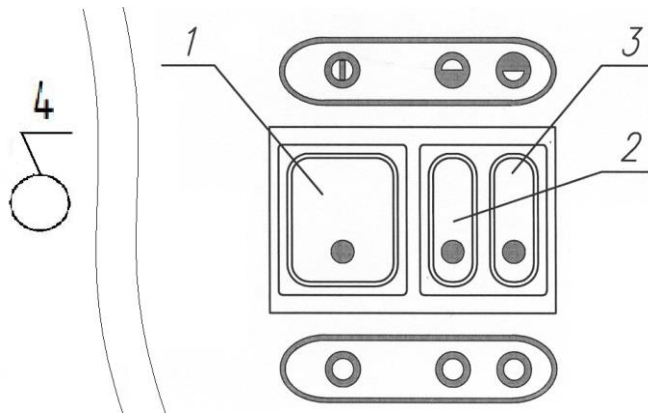
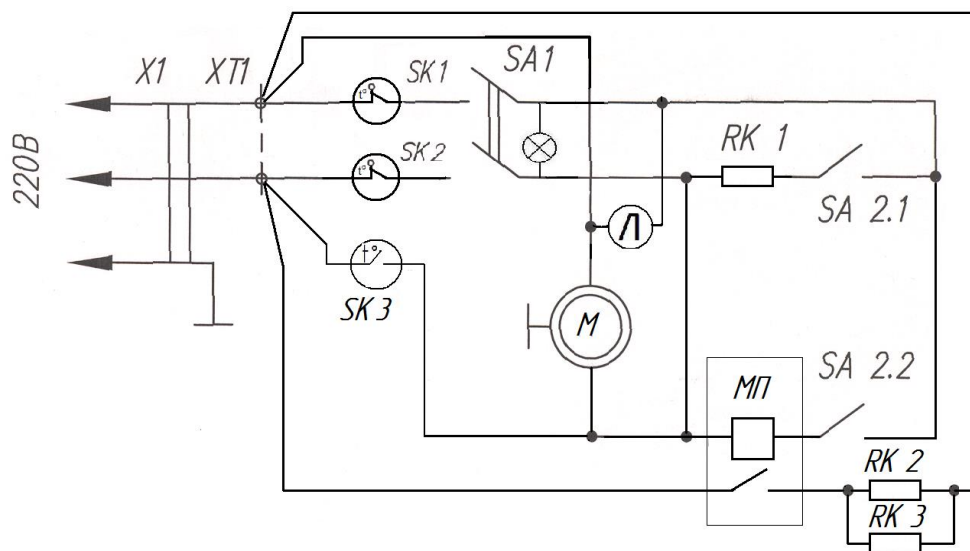

Рис. 1 Клавиши управления
Рис.2 Схема электрическая принципиальная
Тепловая завеса состоит из корпуса, на котором установлены два вентилятора и два нагревательных элемента. Сверху завеса закрыта обтекаемым кожухом. Забор воздуха осуществляется через отверстия в кожухе, выход через жалюзи в корпусе. Справа от жалюзи на корпусе находятся клавиши управления тепловой завесой. Схема электрическая принципиальная приведена на рис.2. Положение клавиши управления на рис.1.
- 7.1.1 Для включения режима воздушной завесы необходимо включить клавишу сетевого выключателя (поз.1, рис.1) в положении  при этом включается вентилятор и загорается подсветка клавиши, создается режим «воздушный занавес».
мощностью 2,0 кВт. Для работы в режиме 3 установить клавиши 2 и 3 (рис.1) в положение “☐” и “●” при этом горит подсветка всех клавиш и завеса работает с полной мощностью 3,0 кВт.